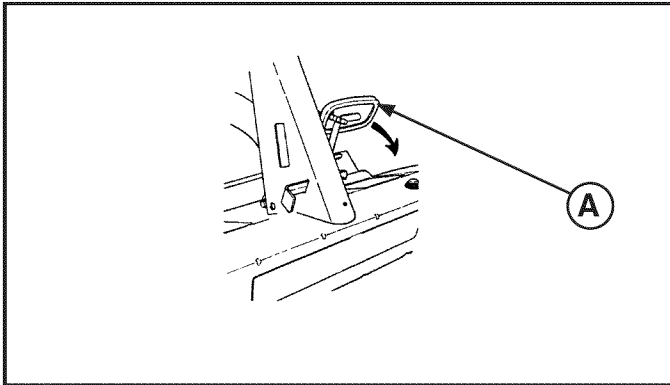

FIGURA 9
1. Presione completamente el pedal de embrague/freno (**A**, Figura 9).